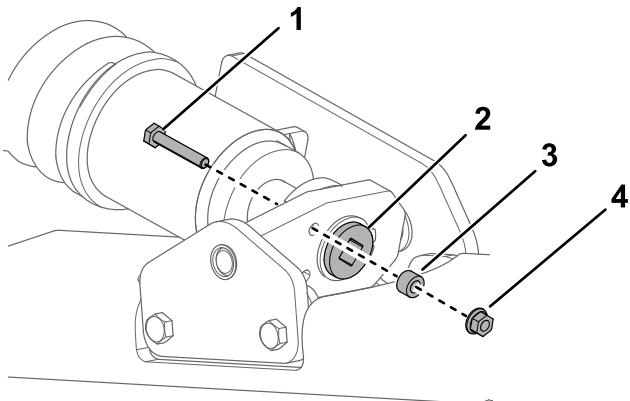
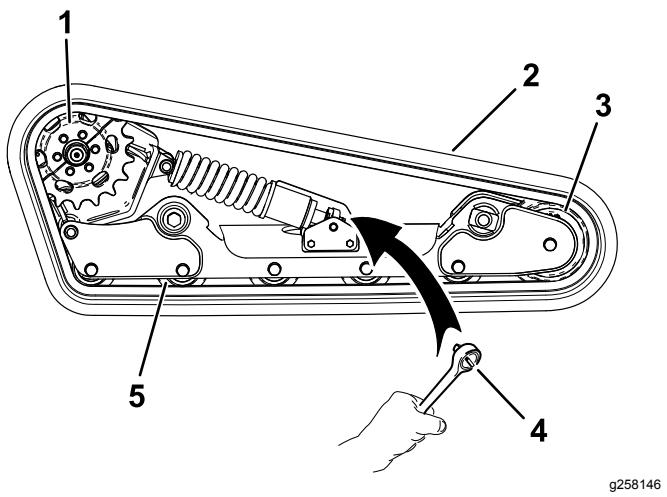

Figure 25
Figure 27
4. Enlevez le boulon de blocage, l'entretoise et l'écrou (Figure 25).
6. Alignez l'encoche la plus proche dans la vis de tension et le trou du boulon de blocage, et fixez la vis avec le boulon et l'écrou de blocage (Figure 25).
- Enlevez le boulon de blocage, l'entretoise et l'écrou (Figure 25).
- À l'aide d'une clé à cliquet de  $\frac{1}{2}$  pouce, tournez la vis de tension dans le sens horaire pour détendre la transmission (Figure 25 et Figure 27).
- Enroulez la chenille neuve autour de la roue avant, puis autour du moyeu d' entraînement sur le côté sans pignon (Figure 27).
- Poussez la chenille sous et entre les galets de roulement, puis enroulez-la autour du cadre (Figure 27).